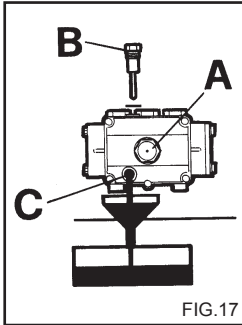

FIG.17
- 2 - Desenroscar el tapón con la varilla de control del nivel (fig. 17).